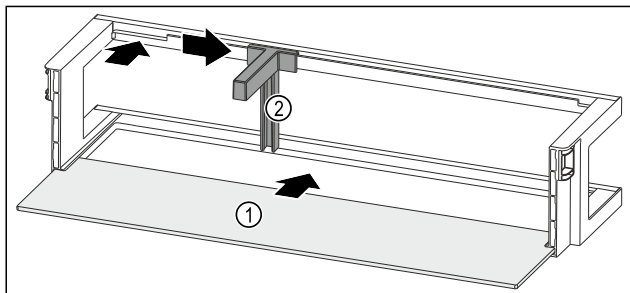

Fig. 248 Türabsteller mit Abstellfläche
- Abstellfläche Fig. 248 (1) in die seitlichen Aussparungen einschieben.
- Flaschenhalter Fig. 248 (2) in die Aussparung einsetzen.
- Flaschenhalter Fig. 248 (2) in gewünschte Position zur Seite schieben.